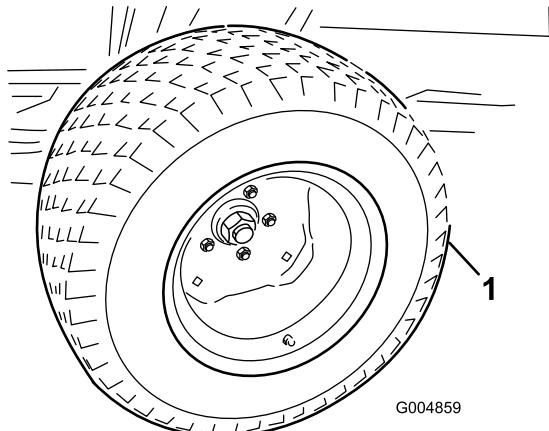

Bild 79
27. Montieren Sie die Sommerantriebsreifen mit zwei Radmuttern pro Reifen (Bild 79).